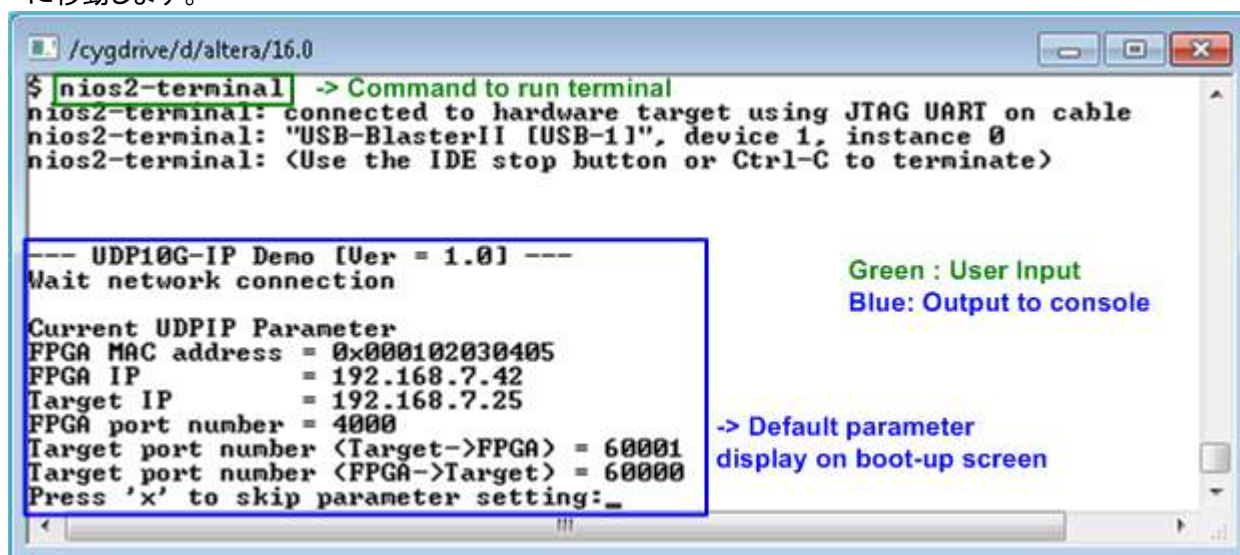

図 3-5: ブート時の NiosII ターミナル画面
- 6) NiosII コマンド・シェルを開き、"nios2-terminal"をタイプして起動します。するとコンソール上にデフォルトのパラメータが表示されます。'x'を入力することでパラメータの設定をスキップし図 3-5 に示すようにメイン・メニューに移動します。